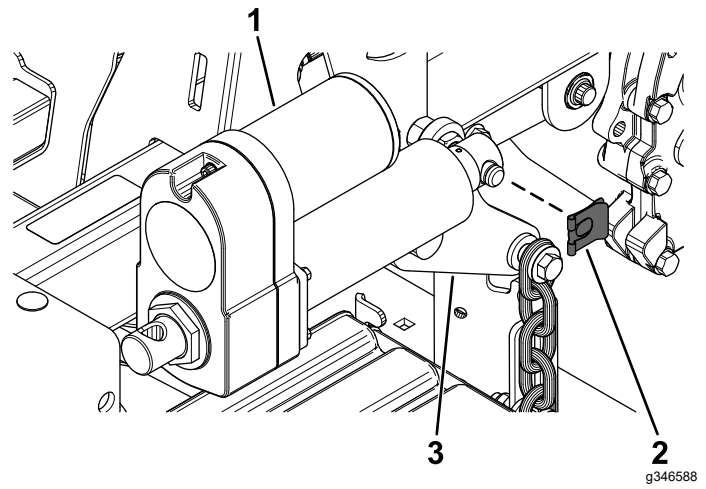

Figura 24
1. Sujete el actuador al brazo de elevación trasero con el clip (Figura 24).